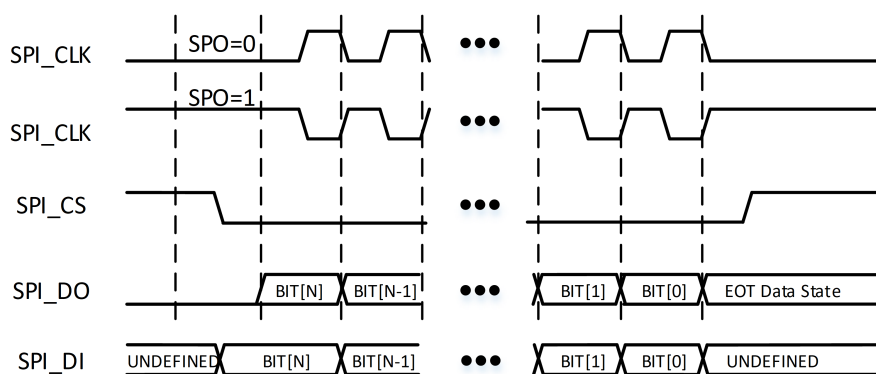
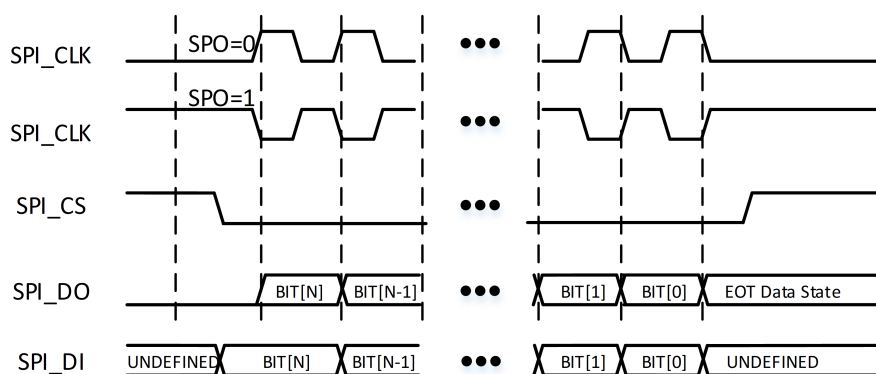

图 7-3: SPH 为 0 时的 SPI 通信
图 7-4: SPH 为 1 时的 SPI 通信
- SPI 格式 SPI 是全双工同步串口通信协议, 根据 TOP_CTRL 寄存器中 SPO 和 SPH 的设置分为四种子模式。SPO 设置 SPI 控制器没有使能或是能后处于 IDLE 状态时候的 SPL_CLK 的极性, 当 SPO 为 0 时, SPL_CLK 极性是低电压, 第一个边沿是上升沿; 当 SPO 为 1 时, SPL_CLK 极性是高电压, 第一个边沿是下降沿。SPH 设置驱动数据的时钟沿以及采样数据时钟沿的时序, 当 SPH 为 0 时 SPI 控制器从 SPL_CLK 的第一个边沿开始采样 SPL_DI 上的数据, 从 SPL_CLK 的第二个边沿开始驱动 SPL_DO (SPL_DO 上默认是待发送数据的 MSB); 当 SPH 为 1 时 SPI 控制器从 SPL_CLK 的第一个边沿开始驱动 SPL_DO, 从 SPL_CLK 的第二个边沿开始采样 SPL_DI 上的数据。具体通信时序见图 7-3 和图 7-4。
下面结合图7-3以 SPH=0 和 SPO=0 的情况描述 SPI 协议通信过程。当 SPI 控制器没有使能或使能后处于 IDLE 状态时, SPI_DO 处于低电平, SPI_CS 处于高电平, SPI_CLK 处于低电平。SPI_CS 信号拉低开始一次数据传输, 并在该帧数据传输完成以前 SPI_CS 一直维持低电平。半个 SPI_CLK 周期后, 将该次传输数据的 MSB 驱动到 SPI_DO 上, 再过半个 SPI_CLK 周期, SPI_CLK 拉高开始第一个上升沿并采样 SPI_DI。在该次传输所有数据传完之前, SPI_CLK 按设定的频率持续翻转。完成最后一次采样后 SPI_CLK 回归低电平, 再过半个 SPI_CLK 周期, SPI_CS 拉高结束本次传输。